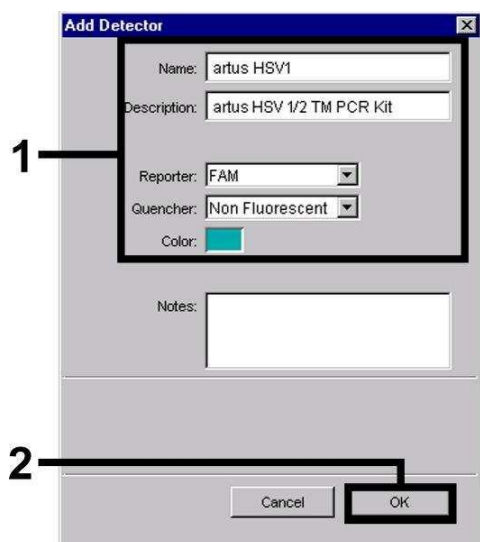
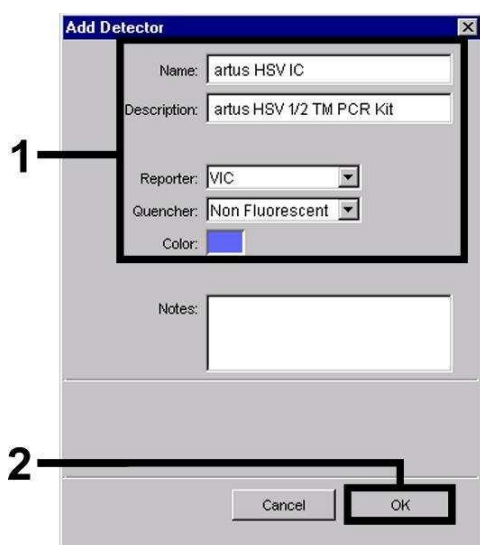

Fig. 12: Udarbejdelse af den HSV1-specifikke detektor (*Detector Manager*).
Fig. 14: Udarbejdelse af den *Interne Kontrol*-specifikke detektor (*Detector Manager*).
Definér i vinduet som nu kommer frem reporter/quencher-kombinationen **FAM/Non Fluorescent** hhv. **NED/Non Fluorescent** (tilsvarende Fig. 12 - Fig. 14) til detektion af HSV1-DNA hhv. HSV2-DNA. Vælg til detektion af den *Interne Kontrol* kombinationen **VIC/Non Fluorescent**. Ved bekræftelse af indtastningerne (OK) vender De tilbage til *Detector Manager*. Markér de lige oprettede detektorer, og transferer hvert udvalg, ved at klikke på optionen *Copy to Plate Document*, til *Setup*-planen (se Fig. 15). Luk vinduet (*Done*).